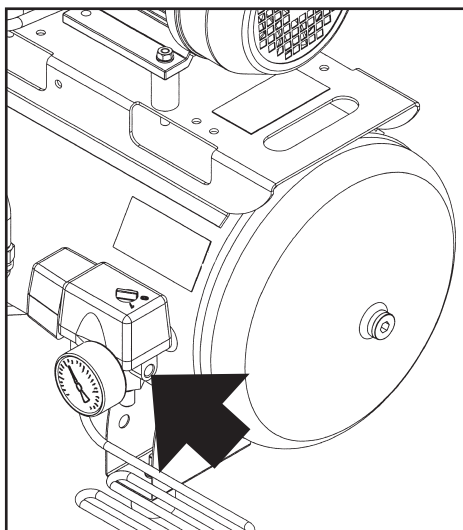

Fig. 1
-  La machine doit être raccordée en amont à un système pneumatique d'air stérilisé (effectué par le client) en raccordant au le sortie d'air (**Fig. 1**), le tuyau d'entrée d'air du système équipé d'un raccord prévu à cet effet.